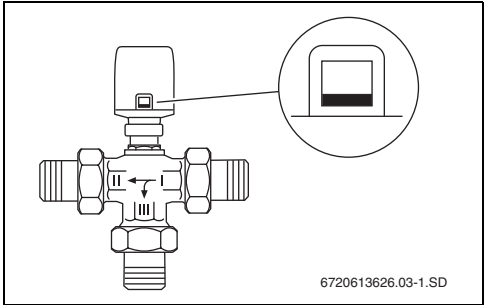

Fig. 8 Indicação de curso no estado sem corrente
- A indicação de curso está apenas visível no rebordo inferior (→ Fig. 8).